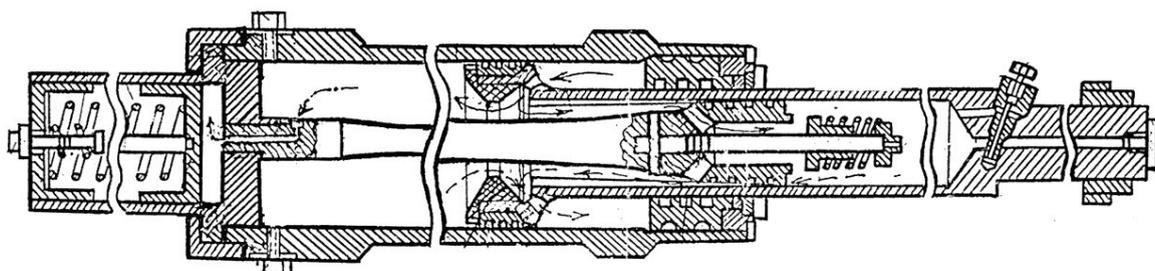

Рис. 3.4. Работа тормоза отката и наката при стрельбе
Действие тормоза отката и наката (рис. 3.4):
- (рис. 3.4);